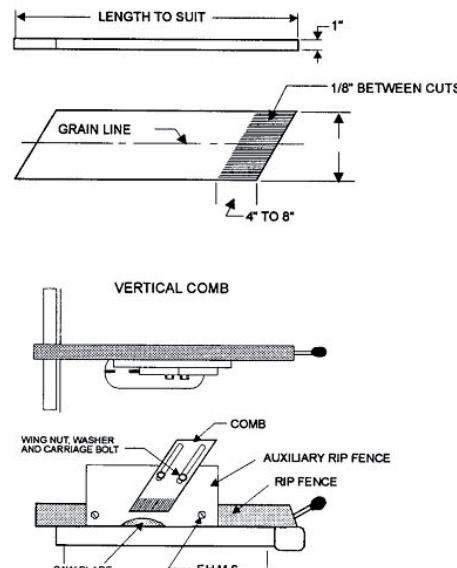

Рис. 37
- Клиновая доска (рис. 37) должна быть выполнена из твердой прямослойной древесины приблизительно толщиной 1"(25 мм) и шириной 4" до 8"(100-200 мм) в зависимости от размеров станка.